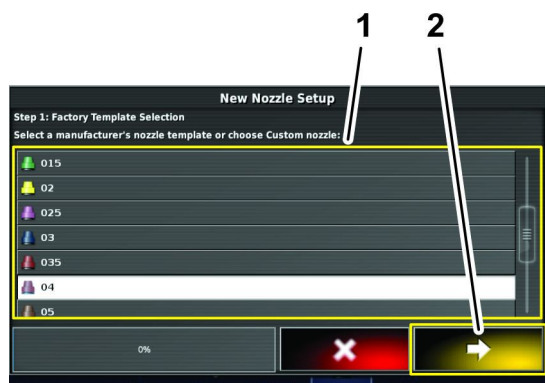

図 77
5. 新ノズル設定画面のステップ1工場出荷リストの流量または色から、新たに設定を行いたいノズルを選ぶ **図 77**。